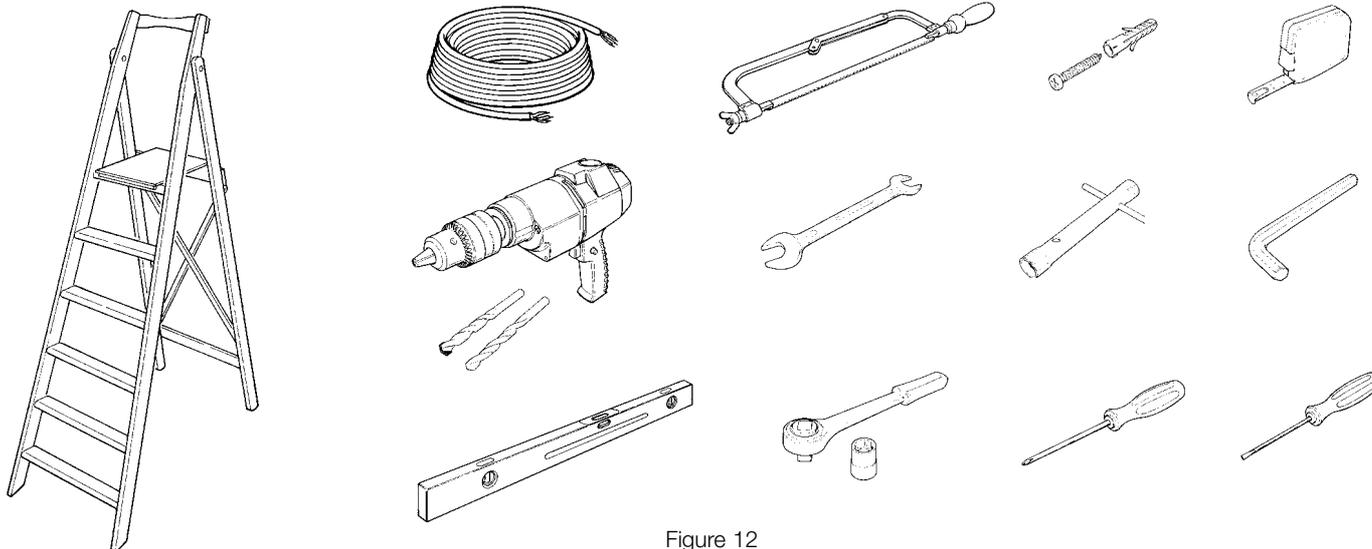

Figure 12
**S'assurer d'avoir tous les outils et le matériel nécessaire pour effectuer l'installation; vérifier qu'ils sont en bon état et conformes à ce qui est prévu par les normes de sécurité. Voir quelques exemples dans la figure 12.**